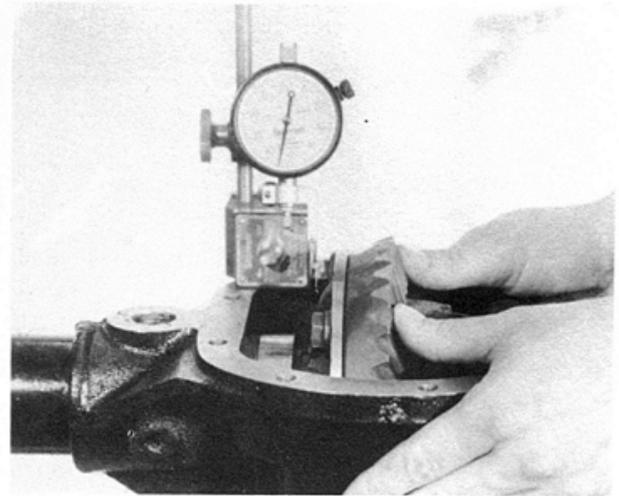

Fig. 42 - Verificação dos calços necessários entre carcaça e rolamento.
- Forçar a coroa no sentido do desengrenamento do pinhão para obter uma leitura (Fig. 42). Repetir até a mesma leitura ser obtida novamente. Essa leitura vem a ser a quantidade necessária de calços entre a caixa do diferencial e o rolamento do diferencial do lado da coroa.